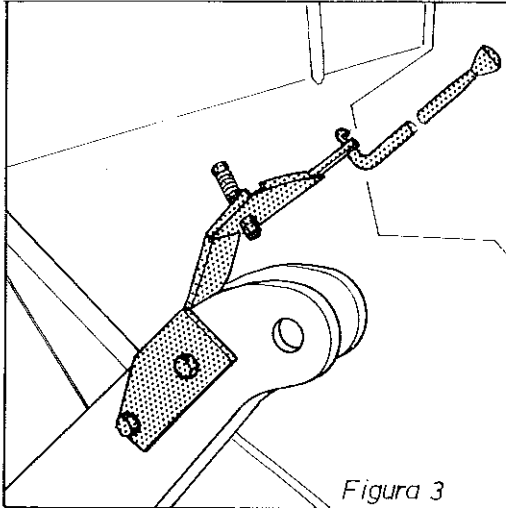

Figura 3
Se coloca como indica la figura 3. El accionamiento de los brazos es muy suave si están bien equilibrados. En la ejecución mecánica no se montan los muelles de presión de cada brazo (B) que aparecen en el grabado, ya que dificultarían la suavidad mencionada.